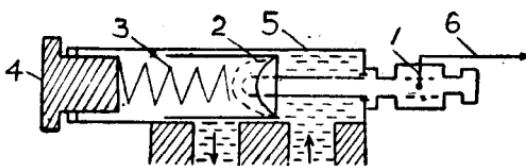

图 2 机油自动开关
1. 机油压力开关 一个可调节的接綫螺柱(与外壳絕緣)，它的一头伸入机油压力調節器內。柴油机在正常运转中，由于机油压力克服了調節閥門彈簧的力，将閥門頂开，这时接綫螺柱的伸入头与調節閥門就分离了，因此，电流不能从此流过；但当机油压力低于极限压力(2.5—1.5 公斤/公分²)时，弹簧的压力超过了机油的压力，因而将調節閥推回，并与綫接柱伸入端相触，使它接鉄，此时便接通了电流。參看图 2 的示意图。